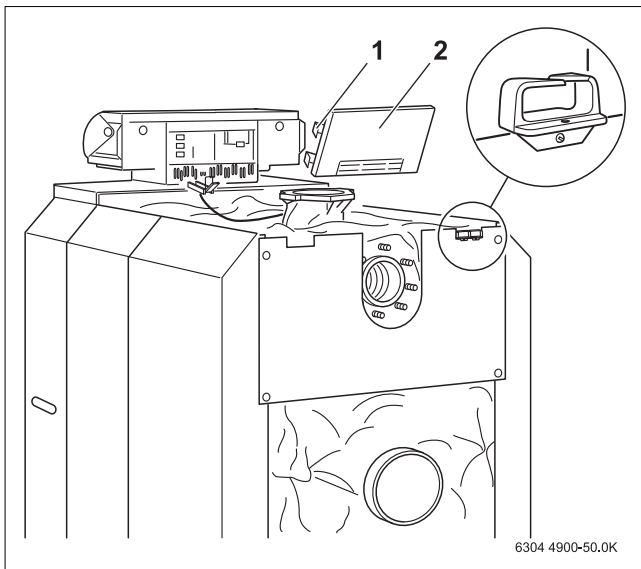

Рис. 53 Установка задней стенки
- ▶ Закрепите кабельный проход (см. выноску → рис. 53) слева и справа к задней стенке котла.